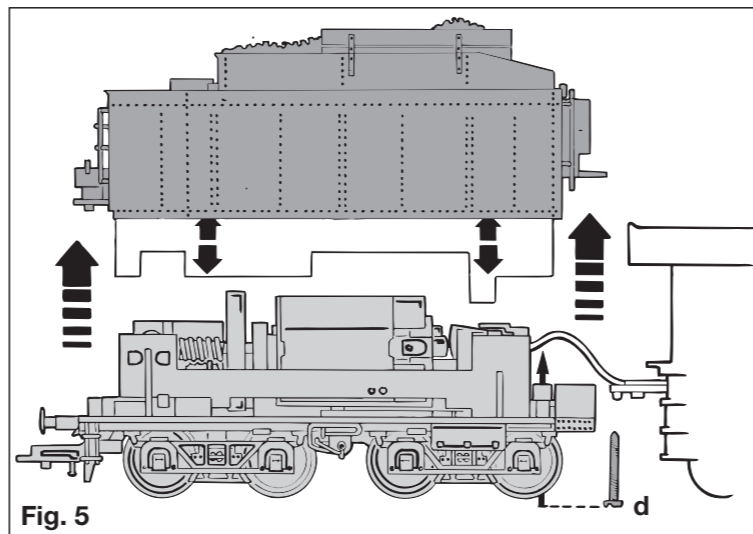

Fig. 5
**Changing the bulb in the tender:** Undo screw **d**. Prise open the sides of the body and lift off upwards. Remove the lead weight (fig. 5). Remove the contact plate **P2** from its holder. Take the bulb out of its socket. Insert the spare bulb. Replace contact plate **P2**, and make sure that it makes contact correctly (fig. 6).
**Pour remplacer la lampe au tender:** Retirer la vis **d**. Ecarter latéralement la carrosserie et retirer vers le haut. Enlever le lest (fig. 5). Retirer la platine de contact **P2** de son support. Enlever la lampe et la remplacer. Remonter la platine de contact **P2** et s'assurer du bon contact électrique (fig. 6).
**Lampjes verwisselen in de tender:** Het schroefje **d** losdraaien. Tenderkast naar buiten iets spreiden en dan naar boven wegtrekken. Loodblokje verwijderen (fig. 5). Het contactplaatje **P2** uit de houder nemen. Lampje uit zijn bevestiging halen. Nieuwe lampje plaatsen. Contactplaatje **P2** weer plaatsen en letten op een goed contact (fig. 6).
**Sostituzione del lampadine del tender:** Svitare la vite **d**. Allargare sui lati la carcassa e sfilare verso l'alto. Togliere la zavorra di piombo (fig. 5). Estrarre la piastrina di contatto **P2** dal supporto. Estrarre la lampadina dal portalampada. Inserire la lampadina nuova. Inserire nuovamente la piastrina di contatto **P2** avendo cura di ottenere un buon contatto (fig. 6).